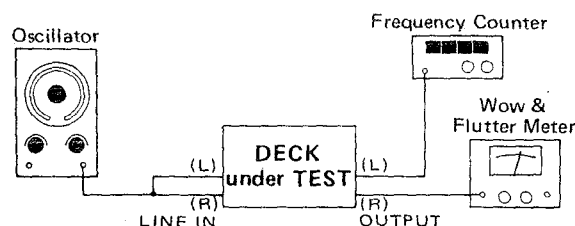

Fig. 4-7
1. Connect a frequency counter to the deck as shown in Fig. 4-7.
1. 図4-7のように周波数カウンタをデッキに接続する。
1. Connect a wow and flutter meter to the deck as shown in Fig. 4-7.
1. 図4-7のようにワウ・フラッタ・メータをデッキに接続する。